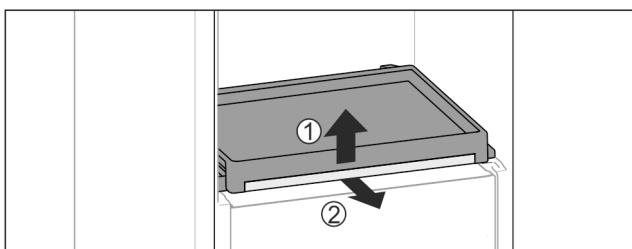

Fig. 49
- Выньте выдвижную панель со стеклянной панелью: Слегка приподнимите спереди стеклянную полку Fig. 49 (1) и потяните вперед Fig. 49 (2).